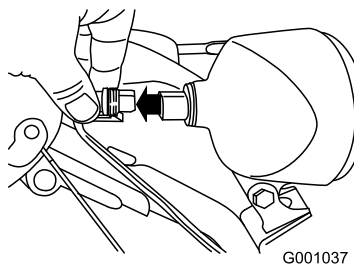

Figure 53
1. Débranchez le connecteur à l'arrière du phare (Figure 53).